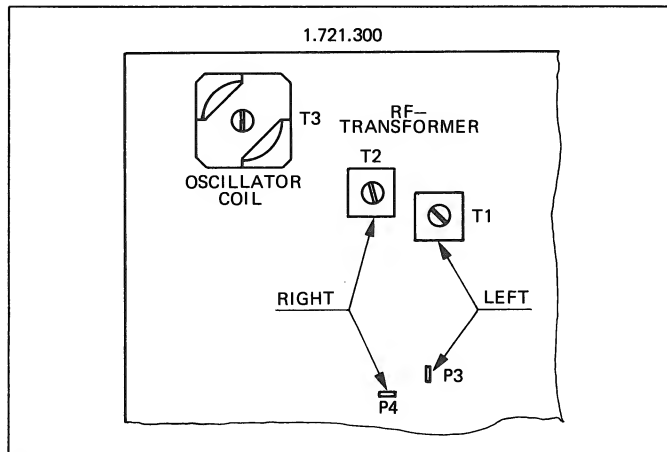

Fig. 5.4
- Frequenz an Messpunkt P3 oder P4 messen und mit der Oszillatorschule T3 auf 105 kHz abgleichen (Fig. 5.4)